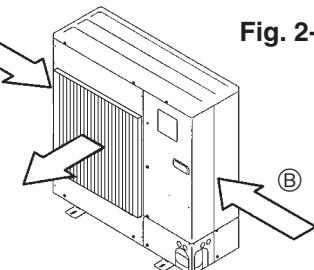

Fig. 2-5
- ③ Plaats het apparaat indien mogelijk zo dat de luchtauitlaat in dezelfde richting blaast als de sezoenwinden. (Fig. 2-5)
④ Windrichting